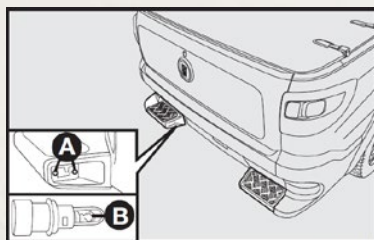

fig. 35
- 5) Instalar el nuevo faro en su alojamiento, reenganchar el elemento de fijación A-fig. 35 y reinstalar el conector B-fig. 35;
Para sustituir una lámpara, quite los tornillos de fijación A-fig. 35 y el conjunto portalámparas.